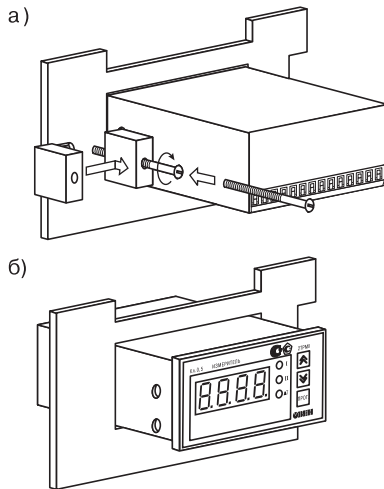

Рисунок 11
1. Вставить прибор в специально подготовленное отверстие на лицевой панели щита (см. *прил. А* и рисунок 11, а).
2. Вставить фиксаторы из комплекта поставки в отверстия на боковых стенках прибора (рисунок 11, б).